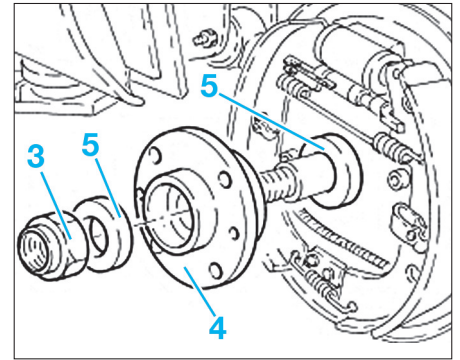

FIG. 24
- Desserrer l'écrou (3) du moyeu (4) (Fig.24).
- Déposer le moyeu (4) avec les 2 entretoises (5).